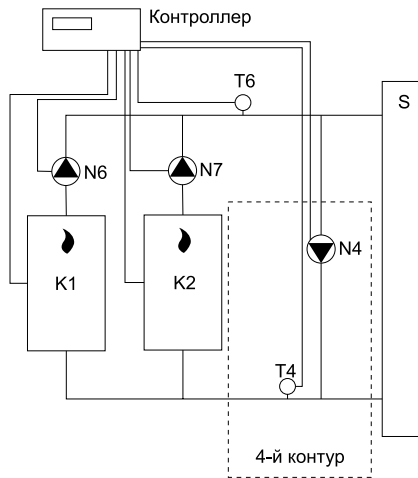

Рис.2.13. Схема подключения контура 4 для контроля за температурой обратной подачи воды.
- контуры можно использовать, с учетом требуемой специфики, и для других целей. К примеру, для защиты котлов от низкой температуры обратки, можно использовать контур ГВС (если не задействован) или любой дискретно управляемый, как показано на Рис.2.13. Здесь показано подключение 4 контура. В настройках контроллера необходимо указать минимально допустимую температуру для обратки, при которой будет включаться “4-й контур”. Насос N4 необходимо подключить на вывод управления